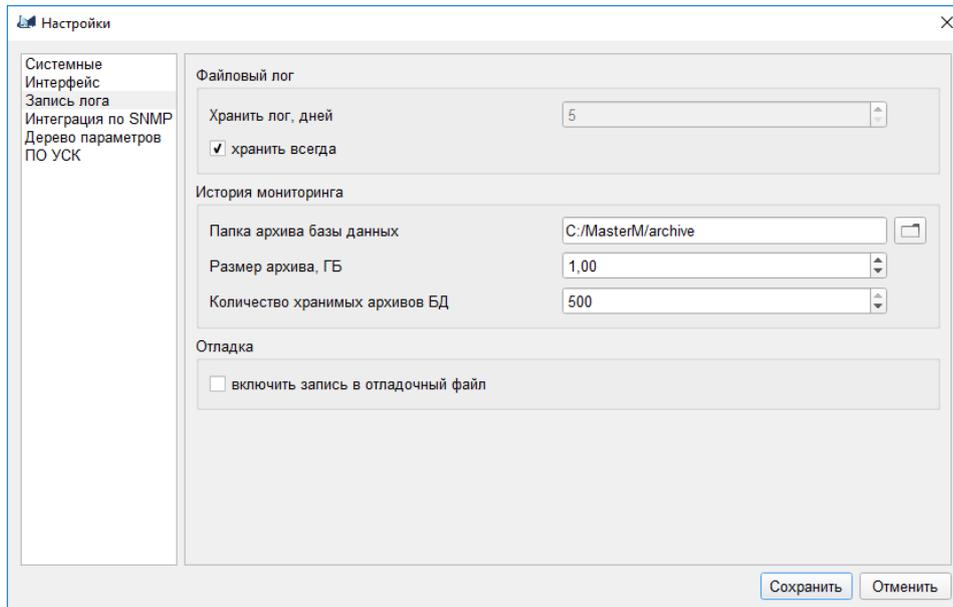

Рис. 13
3.5.4.2. Содержимое раздела "*Запись лога*" диалогового окна настроек показано на рис. 13.